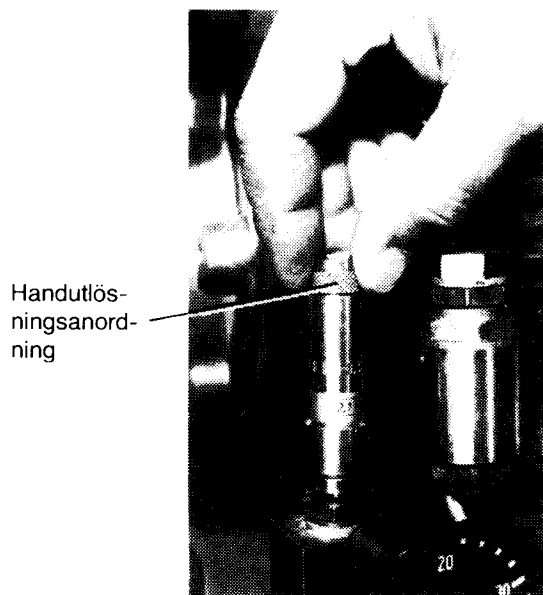

Bild 6. Säkerhetsventil
Med hjälp av handutlösningssystemet (som vrids moturs) kan man öppna ventilen för att kontrollera luftpassage och tätning (se bild 6).
7. För kontroll av säkerhetsventilens, nr. 9, funktion och täthet manövrera ventilens handutlösningens anordning (se bild 6). När denna kontroll är slutförd öppna åter ventilens utlösningens anordning och evakuera så mycket luft att tryckvakten slår till och startar kompressorn. Detta skall ske vid lägst 1,6 MPa (16 bar).